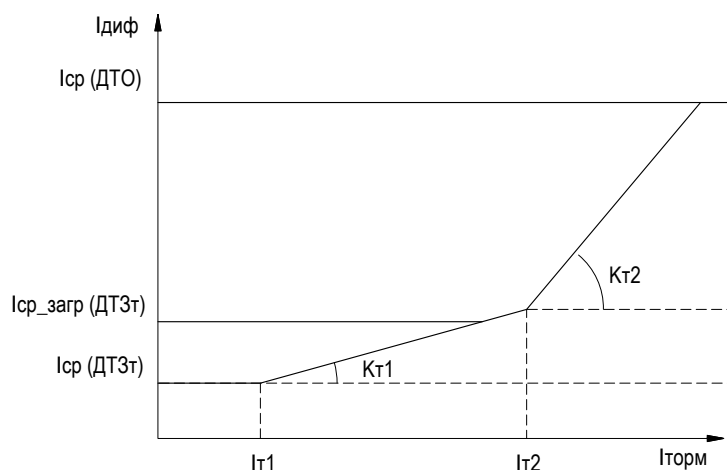

Рисунок 2.2 – Характеристика срабатывания ДТЗт
2.2.4.2 Характеристика срабатывания ДТЗт в координатах  $I_{диф}$  и  $I_{торм}$  представляет собой ломаную линию (см. рисунок 2.2), состоящую из трех участков. Данная характеристика срабатывания обеспечивает чувствительность ДТЗт при малых токах КЗ в зоне действия защиты.
2.2.4.14 При выявлении неисправности в цепях ТТ, что определяется срабатыванием КЦТ по сторонам трансформатора (см. подраздел 2.3) автоматически увеличивается уровень тока срабатывания горизонтального участка тормозной характеристики для снижения вероятности ложного срабатывания ДТЗт в режиме протекания токов нагрузки путем заглубления уставки ДТЗт до уровня «Iср\_загр» (см. рисунок 2.2).
2.2.5.1 Дифференциальная токовая отсечка предназначена для быстрого и селективного отключения повреждений, сопровождающихся большими токами КЗ в зоне действия ДЗТ. Характеристика срабатывания ДТО (см. рисунок 2.2) представляет собой прямую линию, определяемую уставкой «Iср». ДТО работает без каких-либо блокировок и не имеет торможения. Срабатывание ДТО происходит, если дифференциальный ток превышает уставку «Iср» в течении выдержки времени «Тср». Возврат ДТО происходит, если дифференциальный ток ниже уставки «Iср» с учетом коэффициента возврата.